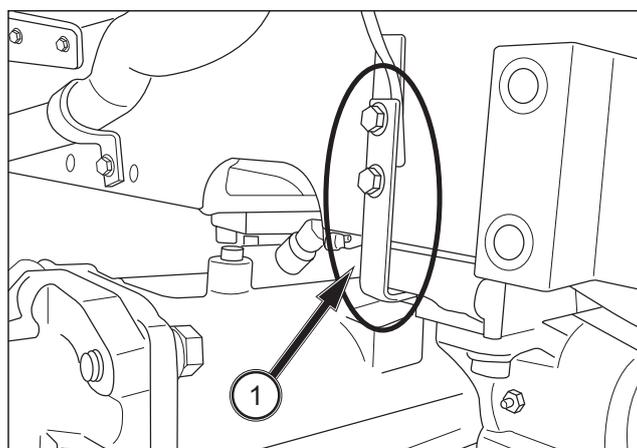

FIG. 182
FIG. 182: De acuerdo con la instalación de los neumáticos en el tractor, ajuste el ángulo de dirección de la rueda con el tope (1). Si se instalan neumáticos de los números 1, 5 o 6 mencionados en la tabla 17, es necesario colocar topes de oscilación. Solicite a su distribuidor el ajuste y/o la colocación del tope.